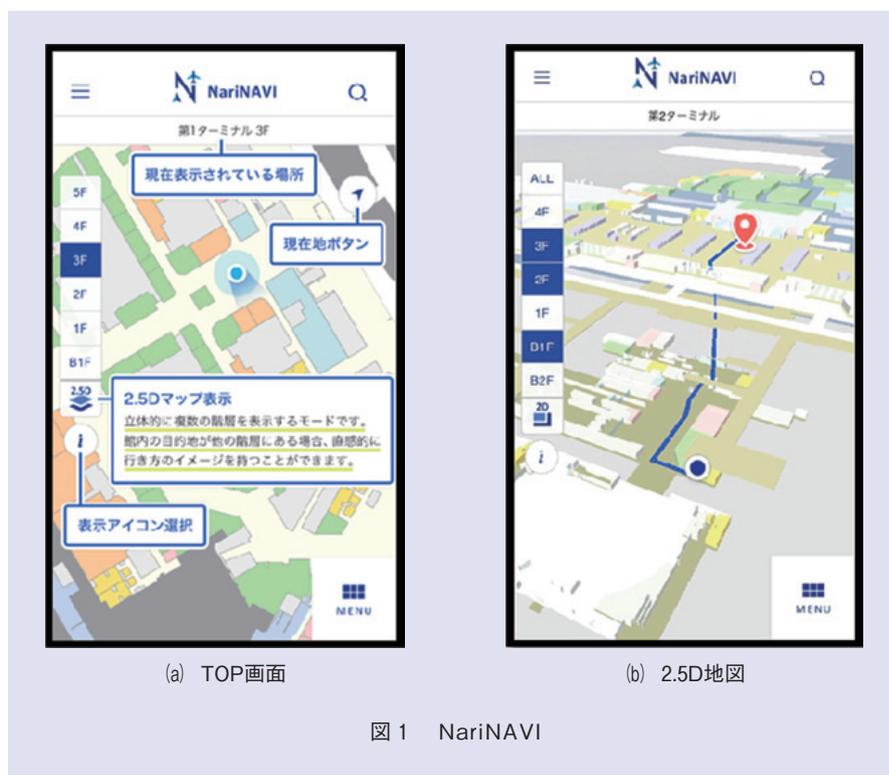

図1 NariNAVI
ナビゲーションアプリ「NariNAVI（ナリナビ）」（図1）はこうしたコンセプトの中で開発がスタートしました。アプリで表示する場合、①自己位置の正確性、②目的地の設定の手軽さ、が重要です。屋内位置測位にはさまざまな技術がありますが、国際的には空港インフラとしてiBeaconの採用が主流であることも踏まえ、成田空港では約1500個のiBeaconを設置し、これに地磁気を組み合わせて位置特定する考え方を採用しました。iBeaconを設置すべき位置や高さが旅客動線などから